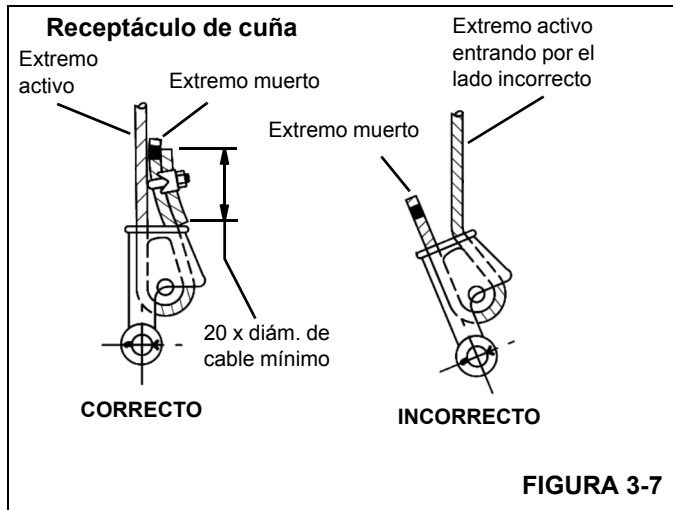

FIGURA 3-7
3. Verifique que el extremo activo (Figura 3-7) del cable quede directamente en línea con las orejetas del receptáculo y con la dirección de la tracción que se aplicará al cable. Si el cable se instala de modo incorrecto en el receptáculo, se producirá un doblez en el punto que el cable sale del receptáculo, y el borde del receptáculo desgastará el cable, causándole daños y la falla eventual del mismo.
4. Inserte el extremo del cable en el receptáculo, forme un lazo con el cable y devuelva el cable a través del receptáculo, permitiendo que el extremo muerto (Figura 3-7) sobresalga del receptáculo. Verifique que el extremo muerto del cable tenga un largo suficiente para aplicarle un dispositivo de terminación al extremo después de haber asentado la cuña.